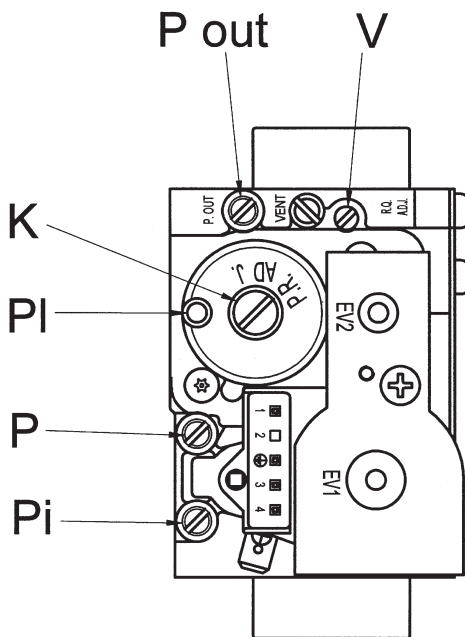

Fig. 27
- 2 Loosen the gas inlet pressure test point screw on the gas valve (see Fig. 27). Ensure the gas supply is on and open the boiler service cock to purge.
2. Desserrez la vis du point d'essai de pression de la prise de gaz sur la vanne à gaz (voir Fig. 27). Assurez-vous que l'alimentation du gaz est active et ouvrez le robinet d'alimentation du gaz de la chaudière pour le vidanger.